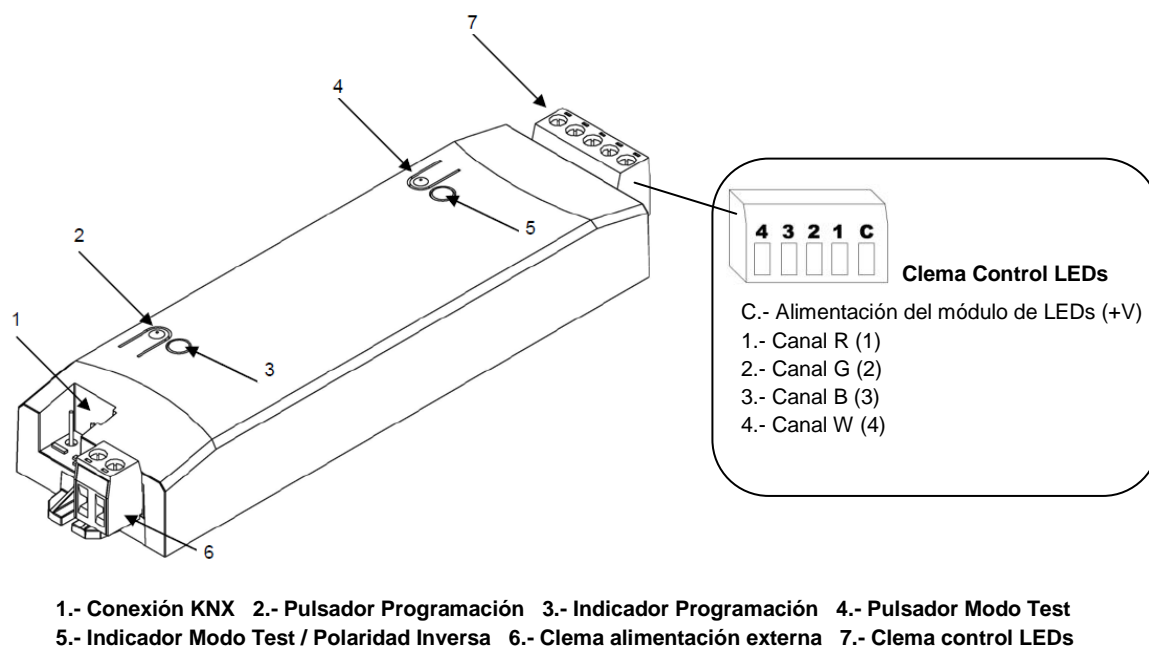

Figura 1.2. Esquema conexionado LUMENTO X4
En la figura 1.2 se muestra el esquema de conexionado del controlador LUMENTO X4:
Junto con el controlador, se suministra una segunda clema con tornillos para el control de los LEDs (7), donde se conectará cada uno de los canales (colores) y el común (+V) del módulo de LEDs. En la figura 1.2 aparece un esquema de la clema, con cada uno de sus puntos de conexión. **(Nota:** Los canales y el común pueden ser conectados a la clema antes de insertarla en el espacio reservado para ella en el controlador)